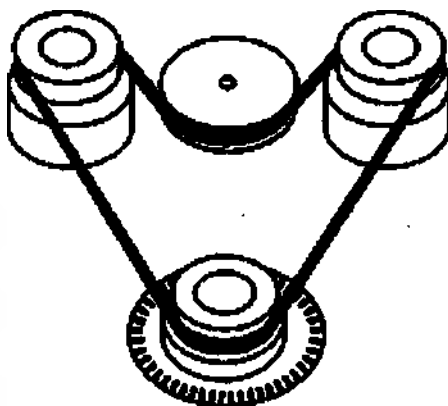

Рисунок 2 – Замена пассик
5. Замена резинового пассика (Рис. 2). Открутите 4 фиксирующих винта на нижней стороне прибора и снимите крышку. Замените резиновый пассик. Соберите прибор обратно.